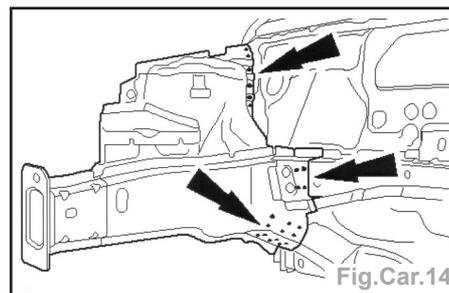

Fig.Car.14
- Souder par bouchonnage (flèches) (Fig.Car.14).